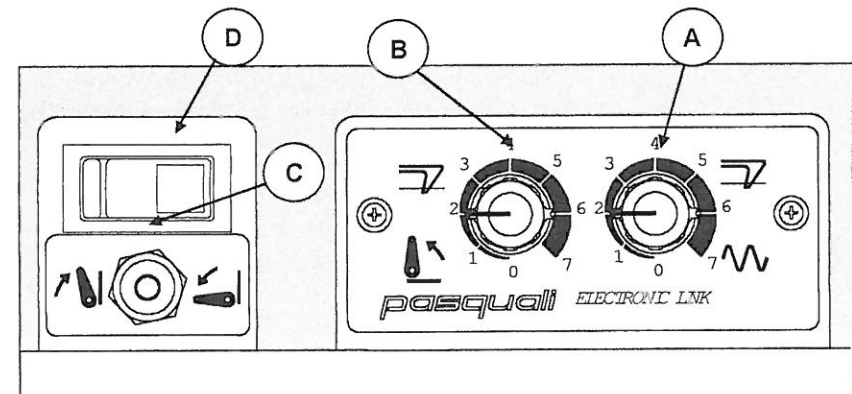

Abb. 10
A. REGULIERUNG DER ZUGKRAFT AUF DEM 3° PUNKT (Abb. 10)
B. REGULIERUNG DER HÖHENPOSITIONIERUNG (Abb. 10)
D. FESTSTELLUNGSSCHALTER FÜR DIE ANBAUGERÄTE (Abb.10)
Elektronisches Hubwerk (Abb. 10):